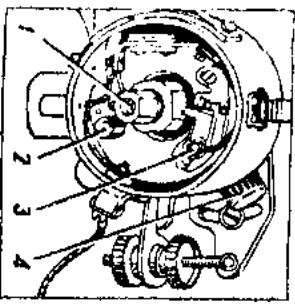

Рис. 26. Смазка распределителя зажигания.
21. *В распределительной азжигания* (рис. 26) смазывают при ТО-1: валик распределителя поворотом крышки маслянки 4 на поло-вину оборота; втулку кулачка 1, сивя ротор и салыник под ним и капнув 4—5 капель свежего масла для двигателя; ось 3 рычажка прерывателя 1—2 каплями масла для двигателя; фильц 2 кулачка прерывателя 1—2 каплями масла для двигателя.